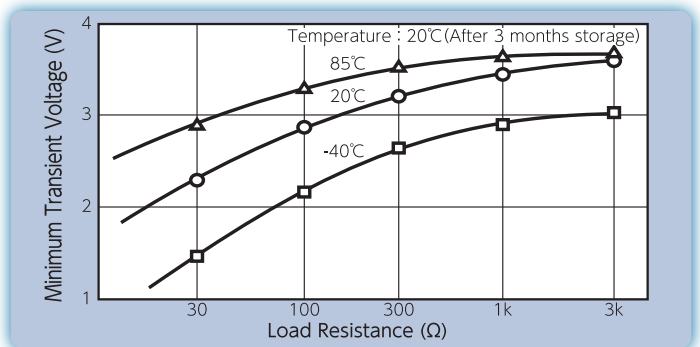
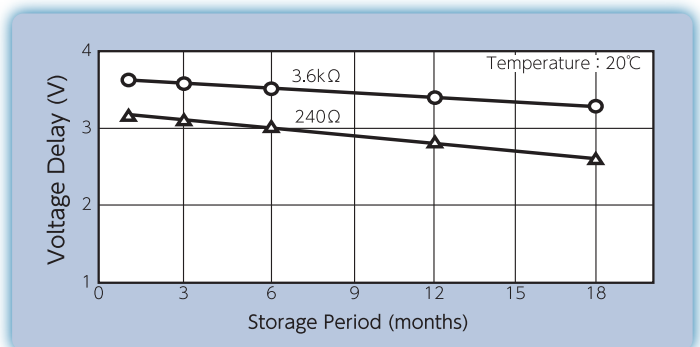

Fig. 2 Voltage Delay - Load Resistance
Fig. 3 Voltage Delay - Storage Period
- マイクロアンペア (μA) オーダーでの使用では、問題となる様な電圧低下はありませんが、数mA (ミリアンペア) 以上の電流を必要とする場合には、電圧低下が顕著になります。……………(図2)
(図2) 過渡最低電圧 - 負荷抵抗
- この現象は使用温度が低く、貯蔵温度が高く、貯蔵期間が長くなる程顕著に現れます。……………(図2)(図3)
(図3) 過渡最低電圧 - 貯蔵期間
- When the current is in the micro-ampere order, the voltage drop will not create problems, but when the current is over a few milli-amperes, the voltage drop becomes noticeable. Fig. 2
- This phenomena occurs more prominently at lower use temperatures, higher storage temperatures, and longer storage periods. Fig. 2, Fig. 3